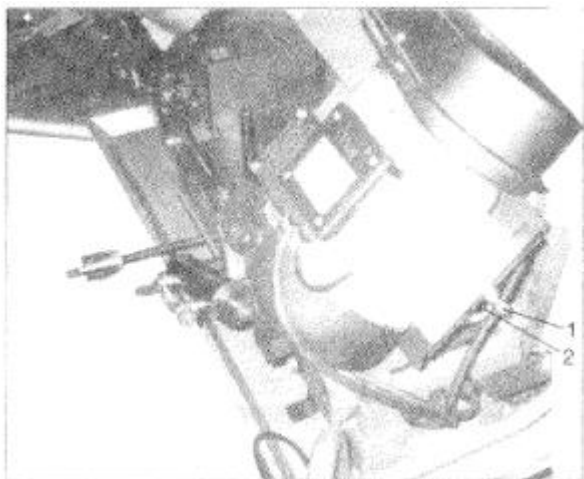

Рис. 5
2. Открутить винт, крепящий пластину двигателя (1 на рис. 5).
3. Открутить передвигной затвор пластины двигателя (2), так чтобы можно было передвигать ленту на колёсах.
5. Затянуть передвигной затвор пластины двигателя (2), чтобы заново натянуть ленту.
6. Затянуть зажимной винт пластины двигателя (1).